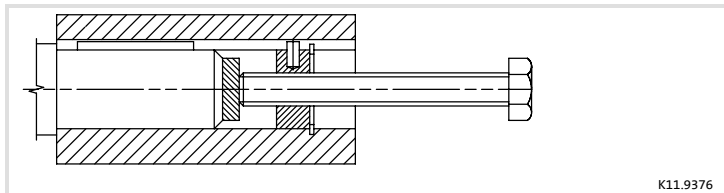

Fig. 8 Dispositif de démontage pour poulies variables à ressorts de type 11.213.10 sans bride
Les poulies variables réglables de tailles 10 - 31 sont retirées à l'aide d'un dispositif de démontage (Fig. 8).
Avant le démontage, retirer la vis d'arrêt (1) et la rondelle (4) (Fig. 8).